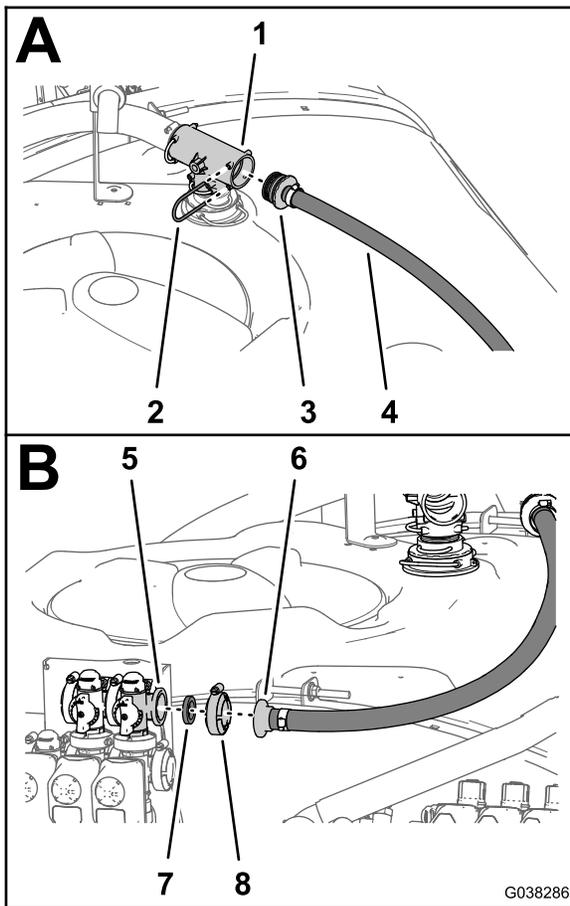

図 68
1. バイパスホース2.5 x 110cmのバーブ付きストレートフィッティングを、タンク上部にあるT字フィッティングの後部ポートに取り付ける 図 68。
4. バーブ付きストレートフィッティングのフランジとガスケット25 x 35mmを、バイパスバルブのフランジ(図68)に組み付ける。